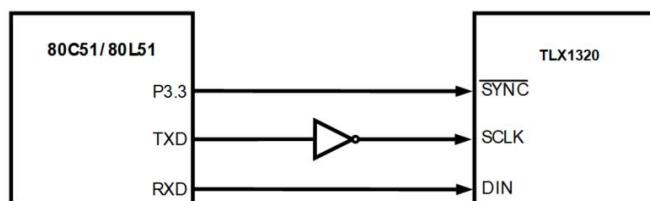

图 36. 80C51/80L51 接口
**TLX1320** 与 **80C51/80L51** 微控制器之间的串行接口连接方案如图 36 所示。其中 **SYNC** 信号由微控制器的可编程引脚输出, 本例中采用的是 **P3.3** 端口线。当需要向 **TLX1320** 发送数据时, 该线路会被拉至低电平。由于 **80C51/80L51** 采用 **8** 位字节传输模式, 整个发送周期仅会出现八次时钟下降沿。为将数据加载至数模转换器 (**DAC**) , 需在完成前八个比特位传输后保持 **P3.3** 线路为低电平。待第二个写入周期开始传输第二字节数据后, 再将 **P3.3** 端口线置为高电平。**80C51/80L51** 传输程序必须注意: 该芯片采用低字节优先传输方式, 而 **TLX1320** 则要求高字节优先传输。